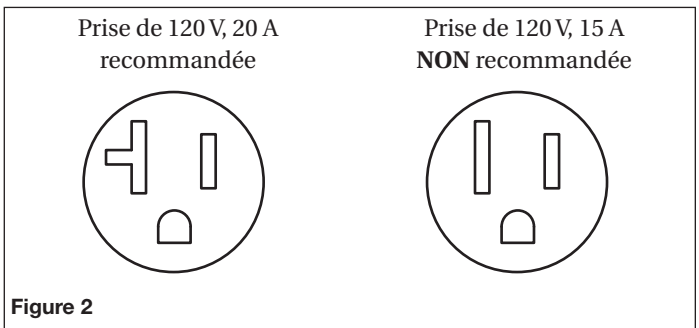

Figure 2
- REMARQUE:** De nombreux bâtiments et maisons sont équipés avec des circuits en dérivation de 15 et de 20 A. Le circuit recommandé pour l'utilisation de ce découpeur plasma est un circuit en dérivation dédié de 20 A. Vérifier que la prise murale est une prise de 20 A comme celle montrée dans la figure 2 et vérifier sur le panneau électrique que la prise est reliée à un disjoncteur de 20 A. Il est important qu'aucun autre dispositif électrique ne soit simultanément alimenté par le même circuit en dérivation. L'utilisation de cet appareil sur un circuit en dérivation de 15 A peut entraîner un déclenchement du disjoncteur.
- ◆ Vérifier que la pince à souder est correctement connectée à la pièce à usiner, à proximité de la trajectoire de découpe. La pince à souder doit être connectée au métal nu dans une zone exempte de rouille, de peinture ou de toute autre substance non conductrice. Voir la Figure 2.